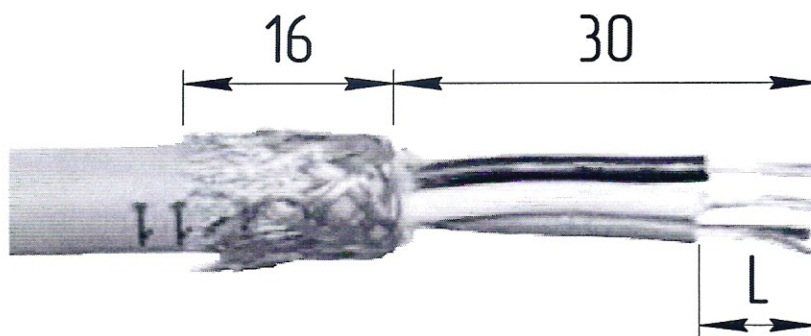

Рисунок 1 – Снятие изоляции кабеля
3.2 Снять внешнюю изоляцию кабеля на длину 30 мм и завести экранирующую оплетку на внешнюю изоляцию кабеля так, чтобы экранирующая оплетка выступала за край внешней изоляции на 16 мм (рис. 1).
3.3 Снять изоляцию провода (рис. 1) на длину, указанную в таблице 1.